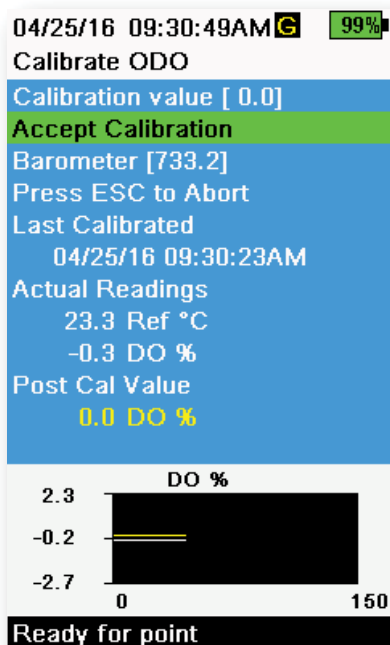

Figura 53 Calibração do ponto zero ODO
3. Observe as leituras de medição reais para estabilidade (a linha branca no gráfico não mostra nenhuma mudança significativa durante 40 segundos) e selecione **Aceitar Calibração** (Figura 53). "Calibração concluída!" aparece na área de mensagens.